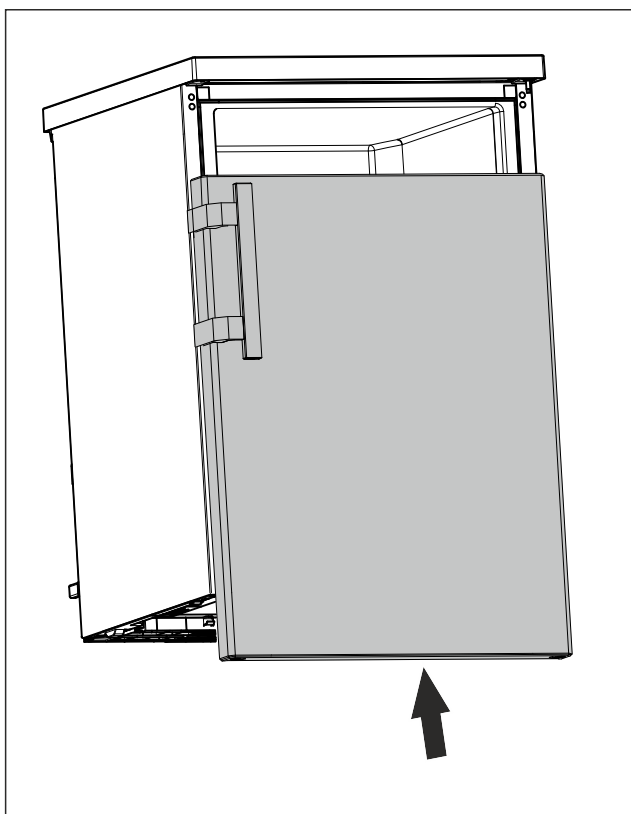

Fig. 23
- ▶ Zamknięte drzwi nasunąć na górny sworzeń. (patrz Fig. 23)